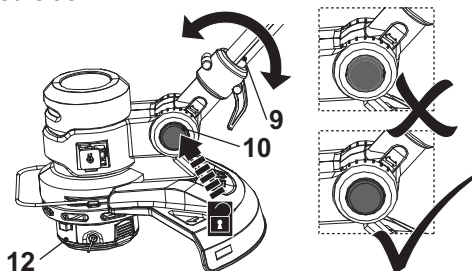

Fig. 11
1. Pulse el botón de desbloqueo (10) y manténgalo en su posición.
2. Mueva el polo inferior (9) ligeramente hacia arriba o hacia abajo (Fig. 11).
3. Suelte el botón de desbloqueo (10) y siga girando el polo inferior (9) hasta que encaje en su sitio.